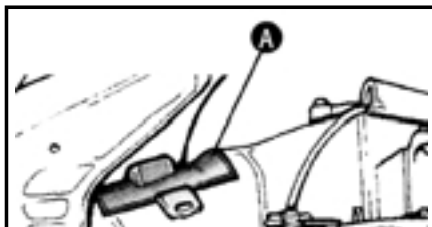

Fig. 2
3. Extraer hacia arriba la tapa "A" (fig. 2) sobre la caja motor.
3. Extraire le portillon "A" (fig. 2) sur la coiffe moteur.